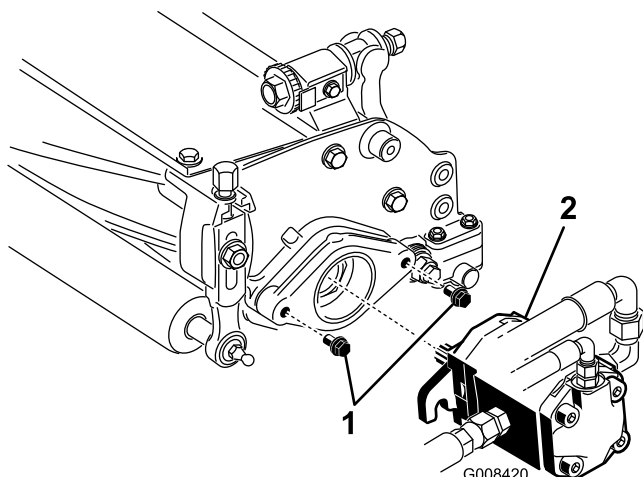

図 9
7. リールモータ取り付けボルトのねじの頭が、それぞれおよそ 13 mm 突き出した状態になるようにすること 図 9。
方向にひねってスタッドを一回かわし、モータを左にひねってフランジをスタッドに嵌め合わせ 図 9、
9. 取り付けボルトを締め付ける 図 9。